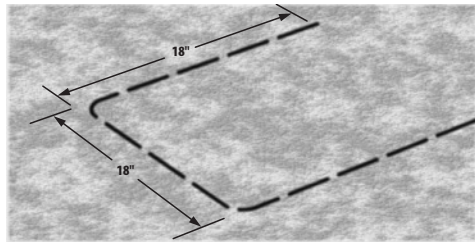
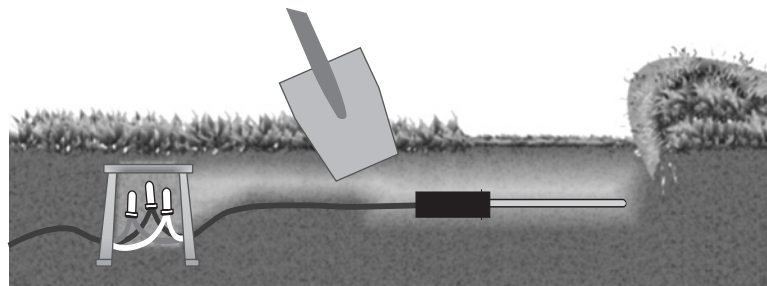

Figure 3
Figure 4
- À l'aide d'une pelle plate, marquer les trois côtés d'un carré de 45 x 45 cm et 15 cm de profondeur. Cette tranchée doit former un « U » (voir figure 3). Insérer la pelle sous la pièce de gazon à une profondeur de 10 cm et ramener le gazon en arrière pour laisser apparaître un trou dans le sol de 7 à 10 cm de profondeur. À environ 15 cm d'un côté de cette ouverture, creuser une ouverture et un trou semblables pour accueillir un regard de vanne de 18 cm. Ce regard de vanne (boîte de câblage) sera utilisé pour épisser des câbles additionnels de la sonde au câble de la zone identifié à l'étape 3. Creuser une tranchée depuis la boîte de câblage de 18 cm jusqu'à la base de l'ouverture carrée de 45 cm créée pour la sonde (voir figure 4).